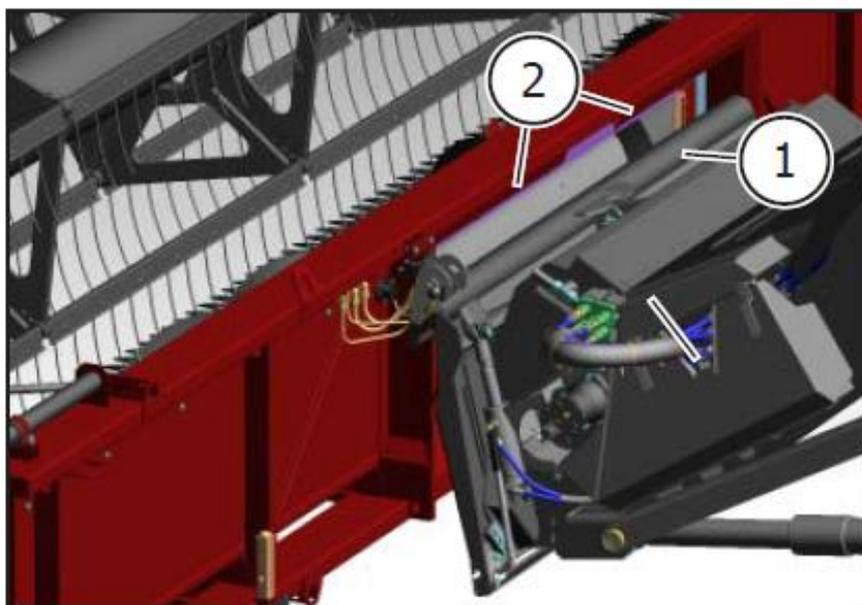

Рисунок 5.22
- Полностью опустить наклонную камеру комбайна, чтобы верхняя труба переходной рамки наклонной камеры 1 (рисунок 5.22) вышла из под ловителя 2 на трубе каркаса жатки.